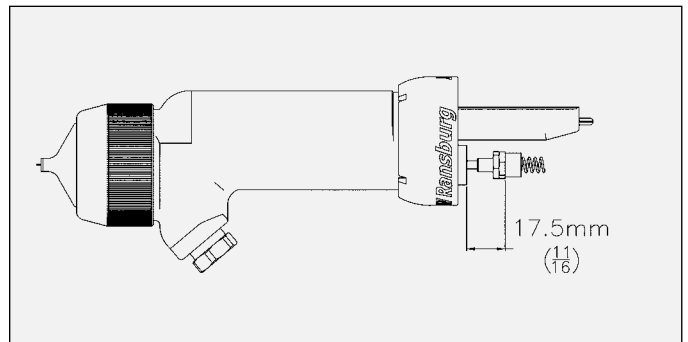

Figure 29 : Dimensions de l'écrou de réglage de gâchette
21. Régler la retenue du ressort de tige d'aiguille pour placer l'arrière de l'hexagone à 17,5 mm de la surface arrière de la chambre de garniture du canon (voir Figure 29).